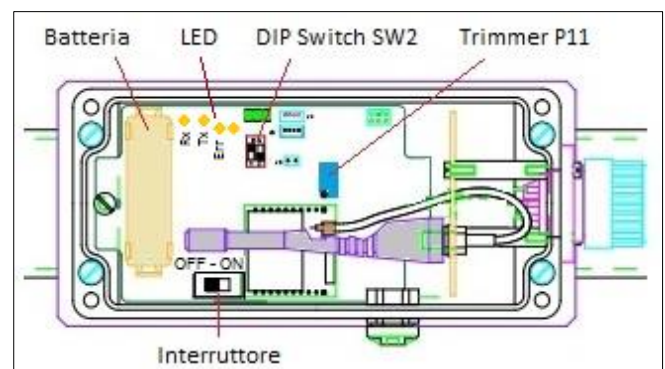

Fig. 2 – Scatola sensore, vista interna.
Accendere il sensore. L'interruttore è posizionato all'interno della scatola (Fig. 2).
Oltre alla sostituzione della batteria situata all'interno della scatola (Fig. 2) quando la percentuale di carica è prossima allo zero, il sensore richiede una regolare procedura di manutenzione e di aggiustamento.
- 3) Verificare che il valore acquisito di O₂ sia di 20,9%. Se diverso ruotare il trimmer P11 sulla scheda (Fig. 2) fino ad ottenere sul display del datalogger il valore 20,9%. Ruotare in senso orario per diminuire il valore e antiorario per aumentarlo. Se non si riesce a raggiungere il valore 20,9% è necessario sostituire la cella perché esaurita (§ 4.3).
Sulla scheda elettronica posta all'interno del contenitore sono presenti alcuni indicatori luminosi (LED) aventi questo significato (in riferimento a Fig. 2):